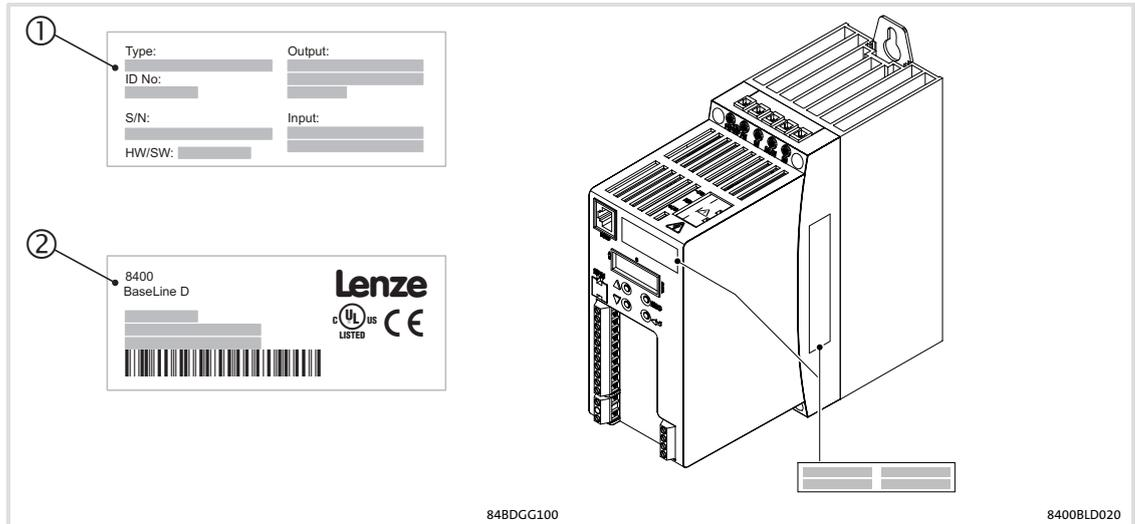

Fig.3-2 Posizione delle targhette
Le indicazioni relative al tipo riportate in questo manuale si riferiscono alla targhetta ①, che si trova sul lato anteriore dell'unità di controllo, nonché alla targhetta ② posta su un lato dell'unità (Fig.3-2).